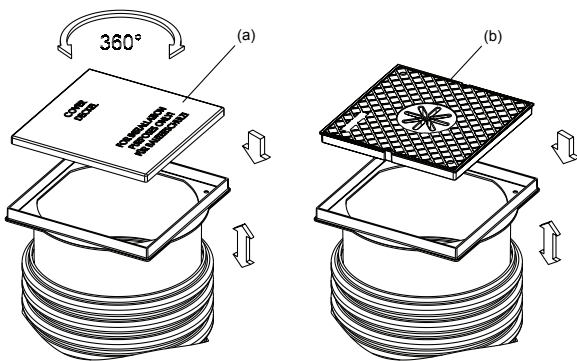

Figura 4: Montaje de la pieza de la parte superior
1. Inserte la placa de instalación en el marco (a) de la pieza superior. La placa solo es apta para la circulación de peatones (véase Figura 4).